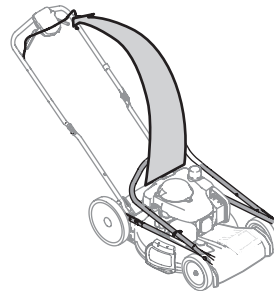

Figure 7
- Assurez-vous que la tondeuse est stable, relevez le guidon et dépliez la partie supérieure (Figure 7). La partie inférieure doit être bien fixée dans les supports. Veillez à ne pas pincer le câble de commande de la lame ou le câble d'entraînement lorsque vous relevez le guidon.